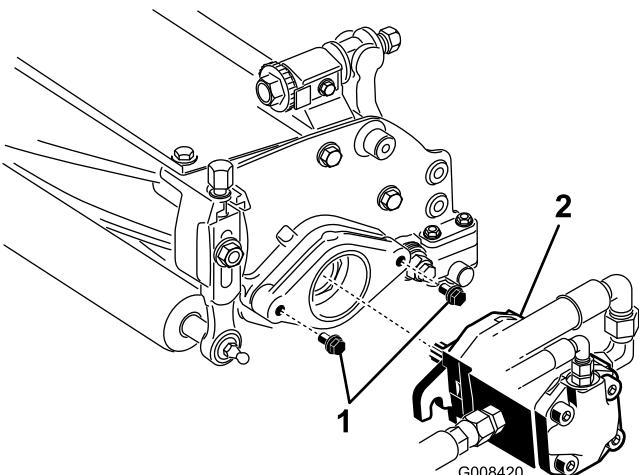

Bild 12
Gewinde an jeder Befestigungsschraube sichtbar (Bild 12).
10. Fetten Sie die Keilwelle des Motors mit frischem Fett ein und bringen den Motor durch Drehen nach rechts an, so dass die Motorflansche von den Bolzen entfernt sind. Drehen Sie den Motor nach links, bis die Flansche die Bolzen umhüllen (Bild 12).
11. **Ziehen Sie die Befestigungsschrauben fest** (Bild 12).